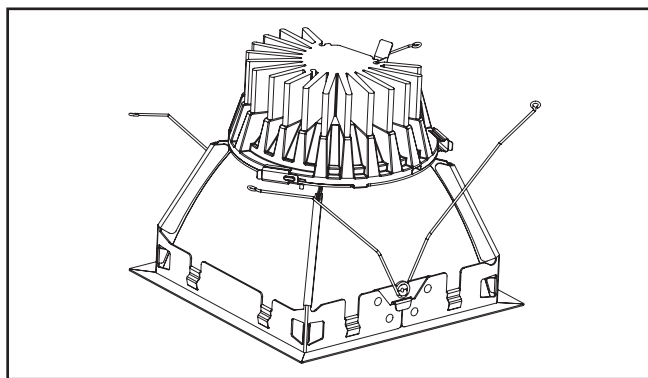

Figura 8.
9. Asegúrese de que el conector esté debidamente adherido. (Figura 8).